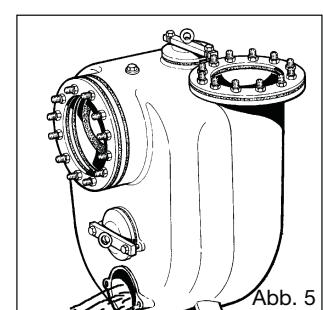

Abb. 5
**Den Pumpenkörper nicht mit Flüssigkeit gefüllt lassen. Durch die Klappe (Abb. 5) und den hinteren Stopfen entleeren, die bei einigen Modellen vorhanden sind. In den Wintermonaten könnte die Pumpe einfrieren, was zu Beschädigungen derselben führen kann. Die erforderlichen Maßnahmen zur Vermeidung von Beschädigungen und Unfällen ergreifen, falls die Flüssigkeit gefährlich ist. In regelmäßigen Abständen die Welle drehen, um Verkrustungen im Innern der Pumpe zu vermeiden.**
- Entleeren Sie den Pumpenkörper von der gepumpten Flüssigkeit durch die Auslassklappe (Abb. 5)